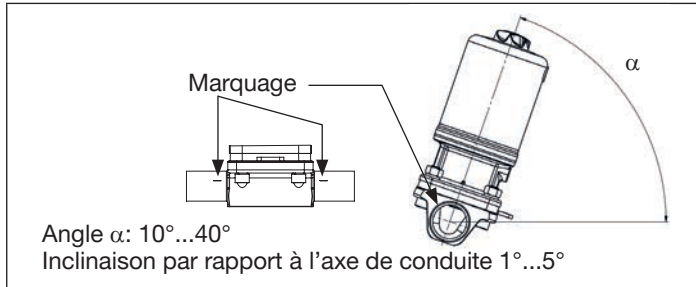

Fig. 7 : Montage pour permettre au corps de l'auto vidange
- Corps forgé et corps en fonte : Le marquage sur le corps doit être dirigé vers le haut (position 12 h, voir « Fig. 7 »).